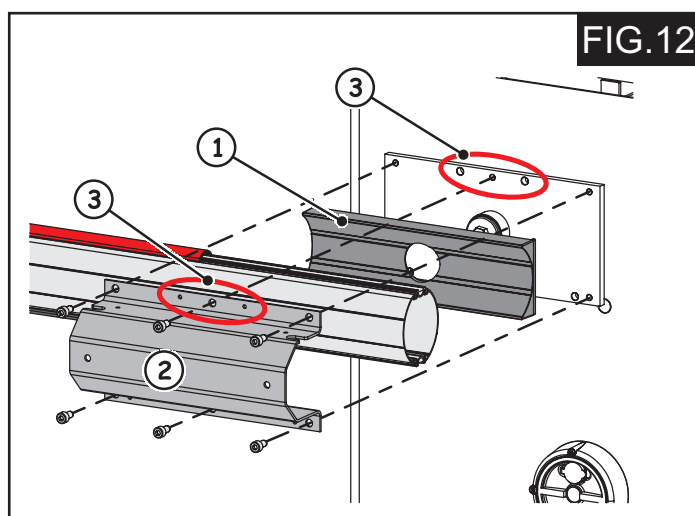

FIG.12
Proceda como se indica en la (Fig. 12).
- 1.- Coloque el soporte de plástico (Fig 12 ref. 1), como se muestra.
- 3.- Coloque la chapa de fijación, (Fig. 12, ref. 2), y fije con los tornillos suministrados.
Preste atención a la orientación de los orificios marcados, (Fig. 12, ref. 3), con los correspondientes orificios en la placa porta-brazo.